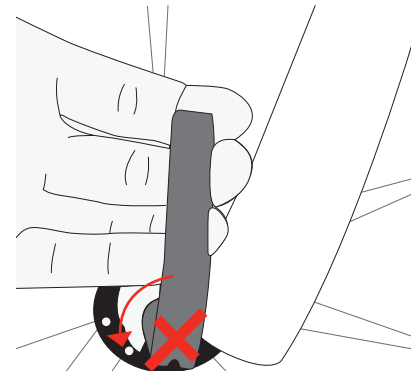

Figura 39. Assicurarsi che la leva non giri.
- Prova B. Assicurarsi che non sia possibile girare circolarmente la leva dello sgancio rapido (Figura 39).